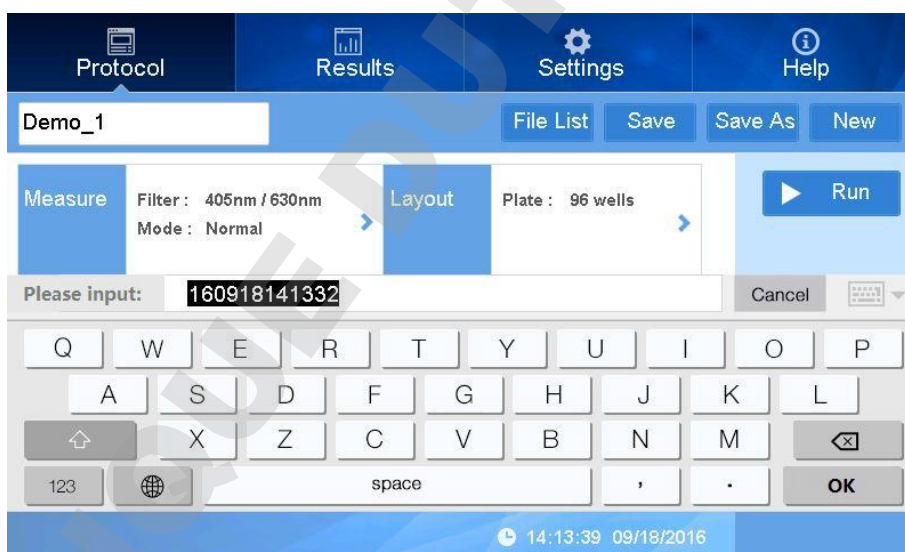

fig 10
- Appuyer sur “▶ Run” sur l'écran ou sur le bouton “Start” du panneau avant pour démarrer le travail (Fig 10).